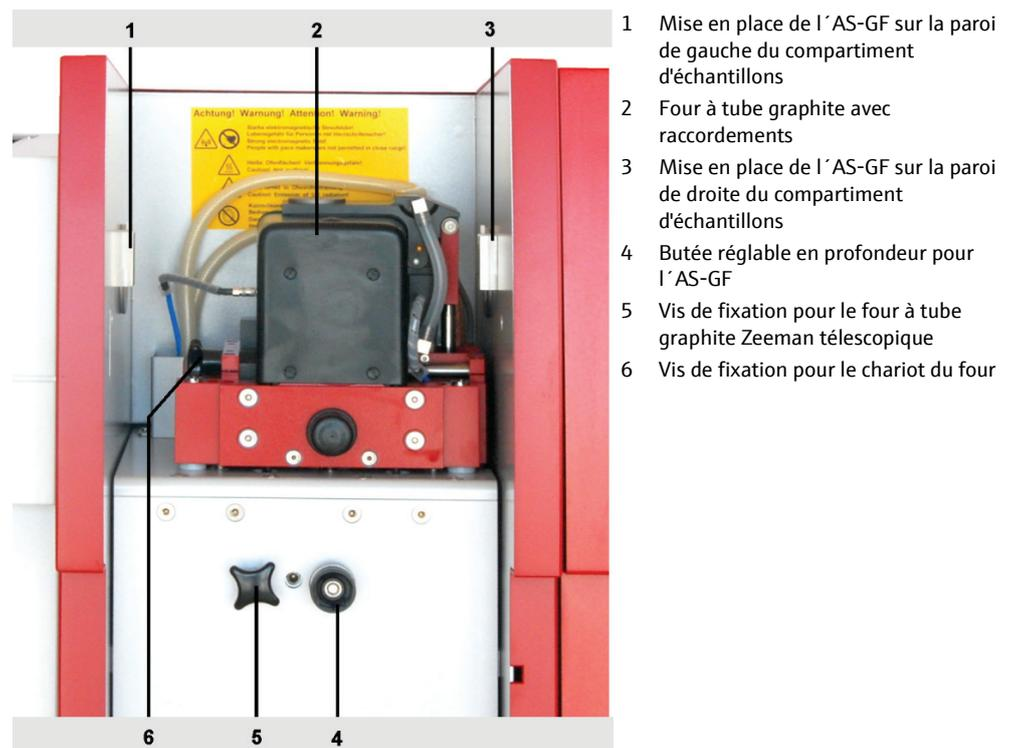
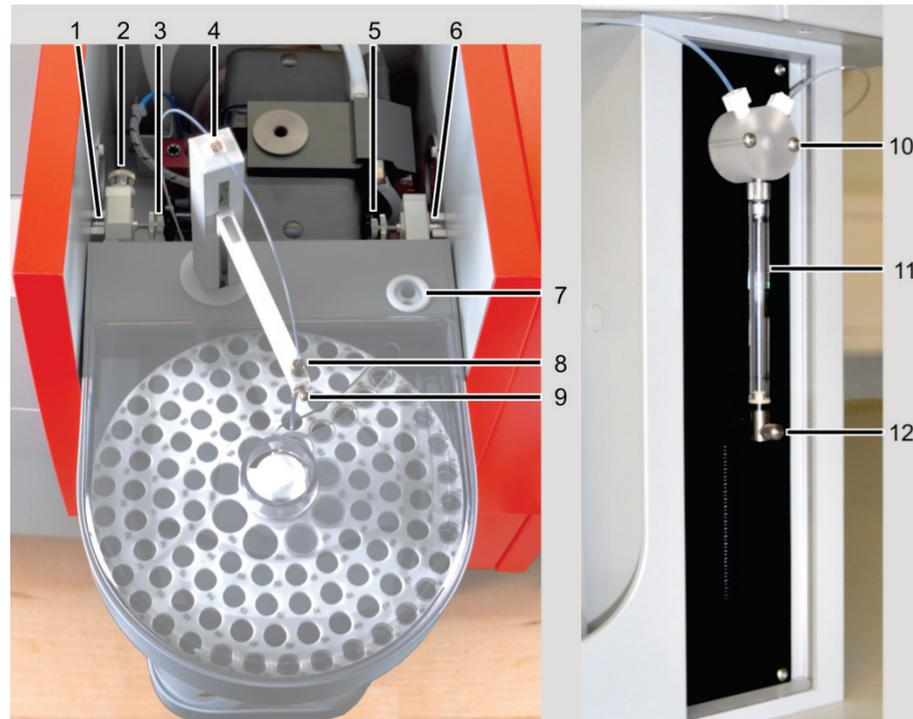

Fig. 32 Eléments du compartiment d'échantillons
Fig. 35 Installation de l'AS-GF
1. Installer le guide de tuyau (8, Fig. 35) sur le bras de prélèvement de l'AS-GF et le fixer avec la vis d'arrêt.
2. Visser manuellement le tuyau de dosage dans l'orifice droit de la vanne en T (10, Fig. 35) sur le doseur. Enfiler le tuyau de dosage par le support de tuyau à l'arrière du passeur d'échantillon et sur le bras de prélèvement. Introduire le tuyau de dosage dans le guide (8, Fig. 35) jusqu'à ce que l'extrémité du tuyau dépasse du guide d'environ 8 mm vers le bas, puis fixer le tuyau avec l'écrou de serrage.
4. Accrocher l'AS-GF dans les logements du compartiment à échantillons (1 et 6, Fig. 35). Contrôler à l'aide d'un niveau à bulle l'horizontalité du passeur d'échantillon, et le cas échéant, l'aligner avec la butée réglable en profondeur dans le compartiment à échantillons (4, Fig. 32 p. 57).